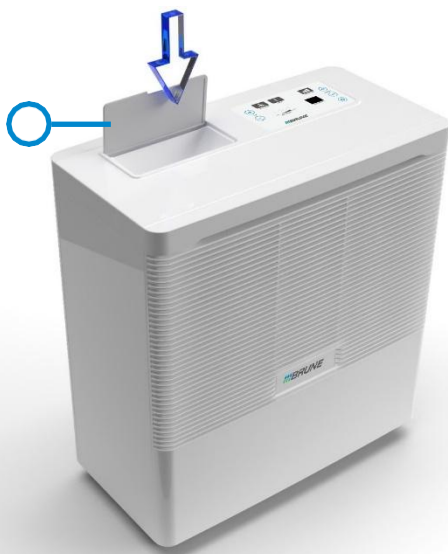

Fig. 3.2.2: Watertank vullen
1. Open de vulklep (Fig. 3.2.2/1).